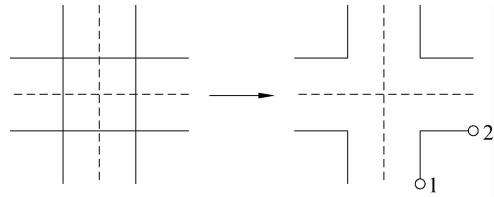

图 4-11 “十字合并”工具
(3) 十字合并:用于在两条多线之间创建合并的十字交点,选择多线的先后顺序无变化,如图 4-11 所示。